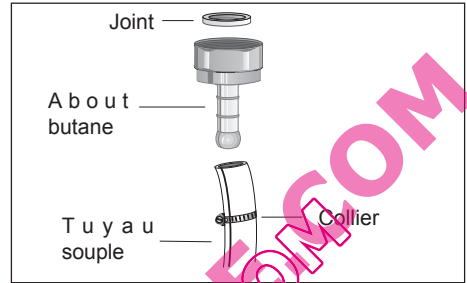

Fig. 4
- Pour les installations anciennes (avant 1997) et en butane, vous pouvez utiliser un tube souple en caoutchouc d'une longueur maxi de 1,50 m et de 6 mm de diamètre intérieur, monté avec l'about spécial butane (Fig. 4).